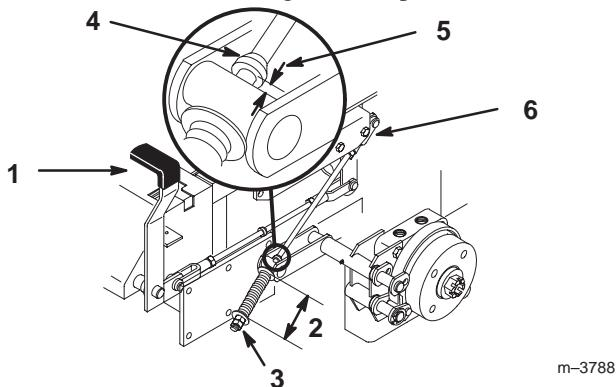

Figure 59
- Mesurez la longueur du ressort. Les rondelles doivent être distantes de 70 mm (2-3/4") (Fig. 59).
- Si un réglage est requis, desserrez l'écrou de blocage situé sous le ressort et serrez l'écrou directement au-dessous de la chape (Fig. 59). Vissez l'écrou jusqu'à ce que le ressort ait la longueur voulue. Serrez les deux écrous ensemble et répétez la procédure de l'autre côté de la machine.
- Mesurez la distance entre le galet de tourillon et le collier sur la tige de frein. Elle doit être comprise entre 5 et 7 mm (3/16 et 1/4") (Fig. 59).
- Si un réglage est requis, desserrez l'écrou de blocage situé juste au-dessous de la chape. Tournez la tige inférieure jusqu'à obtention de l'écart voulu (Fig. 59). Serrez l'écrou de blocage à la chape.